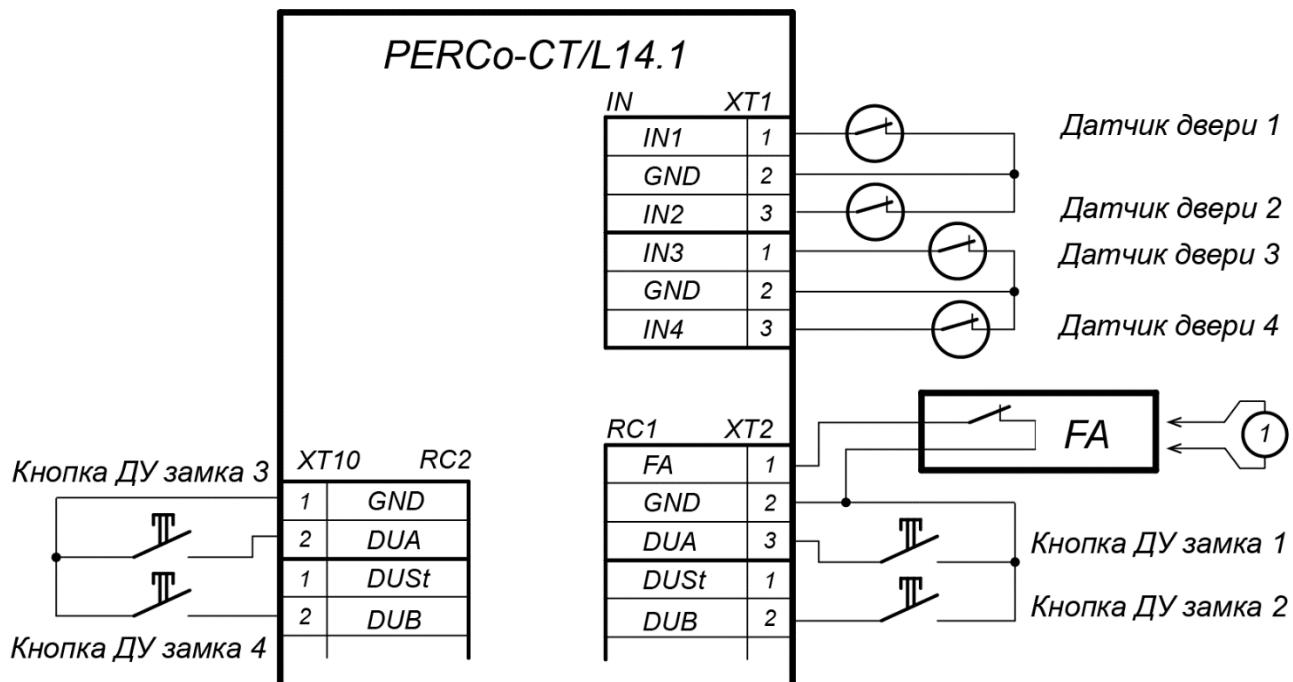

Рисунок 6. Схема подключений кнопок ДУ и датчиков двери
3. Кнопка ДУ «Выход» замка, при необходимости ее установки, подключается к клеммной колодке **XT2 (XT10)** нижней платы контроллера (см. рис. 6).
4. Датчик двери (геркон) подключается к клеммной колодке **XT1** нижней платы контроллера (см. рис. 6). Датчик двери с замком, управляемым выходом *OUT1*, подключается к входу *IN1*, выходом *OUT2* – к входу *IN2* и т. д. Датчик двери должен быть смонтирован таким образом, чтобы при закрытой двери обеспечивалось устойчивое его срабатывание.
5. Устройство аварийной разблокировки (аварийного открытия прохода) *Fire Alarm* подключается к клеммной колодке **XT2** нижней платы контроллера (при этом необходимо удалить заводскую перемычку проводом), см. рис. 6 и разд. 8.2.6.